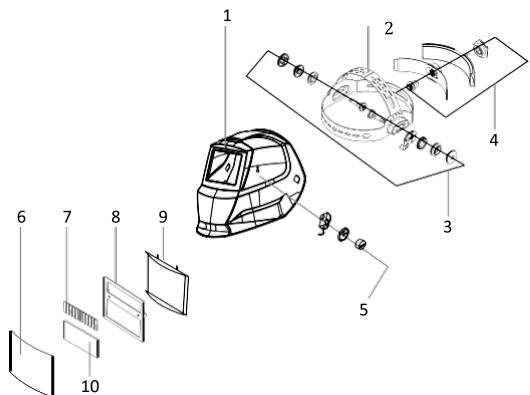

Рис. 1
#### Загальний вигляд шолома (рис. 1)
- Вибрати відповідний ступінь затемнення для конкретного виду зварювання за допомогою регулятора 5 (рис. 1). Ступінь затемнення регулюється між значеннями 9 і 13 (рис. 6).